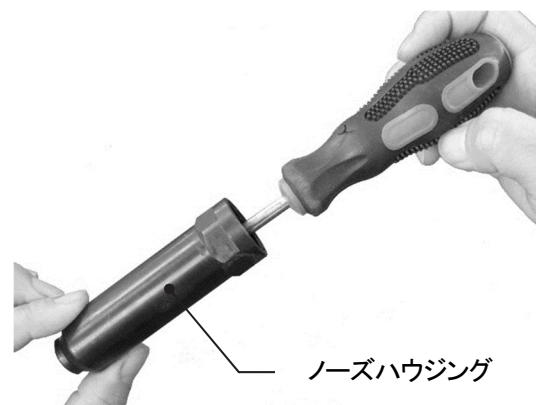

図 7-6
- 2) マイナスドライバー等でノーズハウジング内部に堆積した金属粉等を排除してください。(図 7-6)